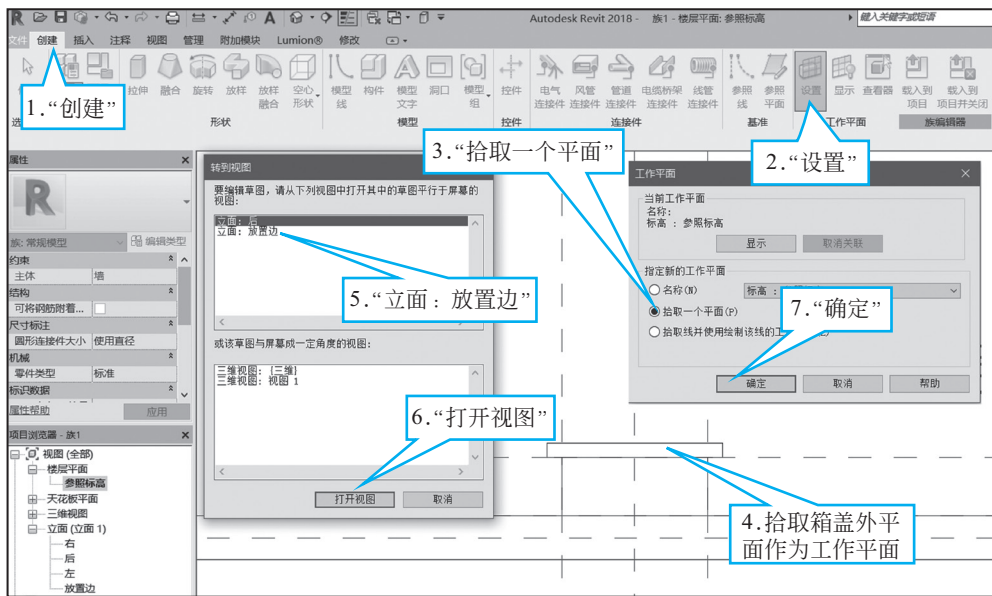

图 1-16 取工作面
(8) 双击“楼层平面”→“参照标高”，单击“创建”→“工作平面”面板中的“设置”选项，拾取井盖外平面作为工作面→选择“立面：放置边”，单击“打开视图”按钮，单击“确定”按钮，如图 1-16 所示。